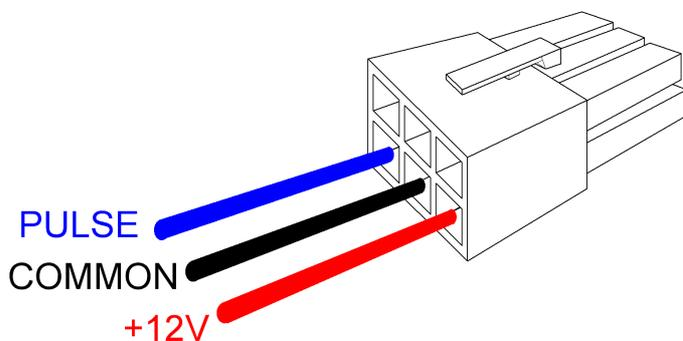

Рисунок 3
- Интерфейсный кабель, показанный на рис.3.